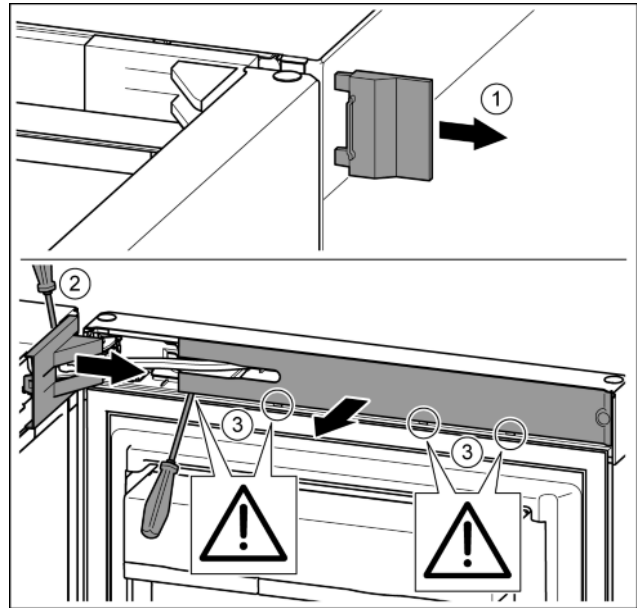

Fig. 11
- ▶ Снять внешнюю крышку. Fig. 11 (1)
- ▶ При помощи отвертки освободить от фиксаторов крышку опорного кронштейна и отсоединить. Снять крышку опорного кронштейна. Fig. 11 (2)
- ▶ Вывести накладку из зацепления и отвести в сторону. Fig. 11 (3)